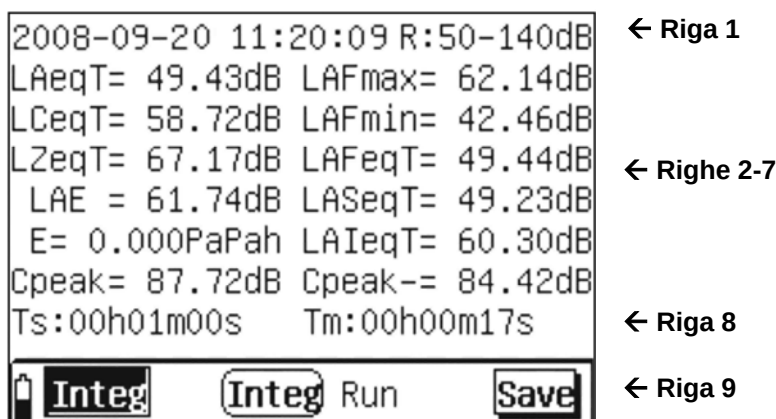

Fig. 21: Videata valori integrati analisi Integral
5. Premere il tasto  per attivare la misura di integrazione. Lo strumento mostra automaticamente la videata dei valori integrati (vedere Fig. 21) e il messaggio "Run" appare a display